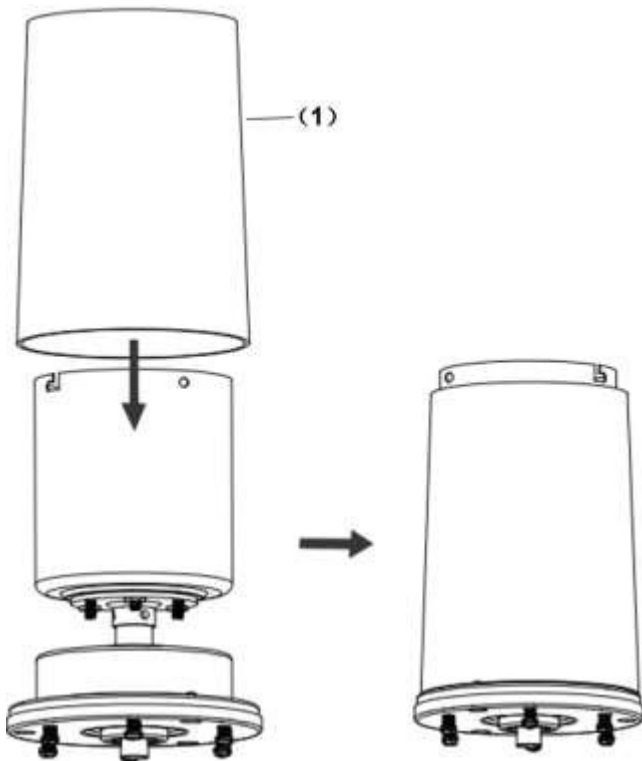

Fig. 3
- Instale la carcasa del motor (1) en el conjunto del motor. (Fig.3)